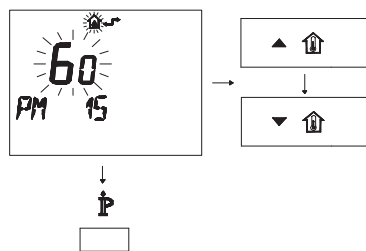

Figura 5.40
- Modificare il SET programmato agendo sui pulsanti ▲ ⏮ o ▼ ⏮ fino a visualizzare un **set di 60**, aspettare che il numero programmato cominci a lampeggiare (Figura 5.40).